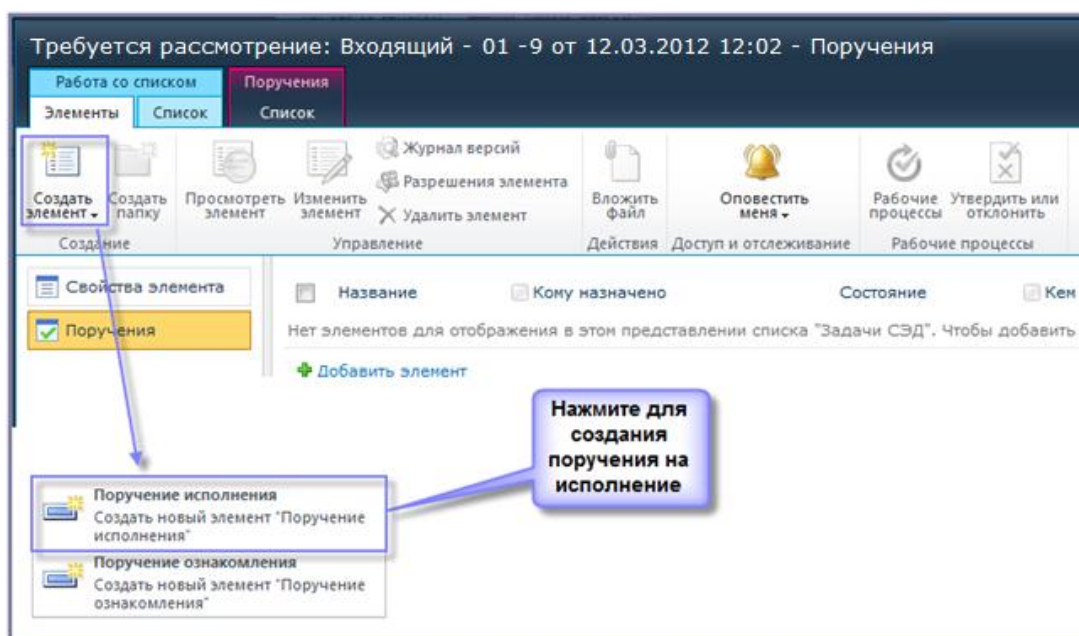

Рисунок 6. Создание поручения на исполнение из задачи рассмотрения
2. Переходит на вкладку «Поручения» задачи рассмотрения и создает поручение исполнения (Рисунок 6);